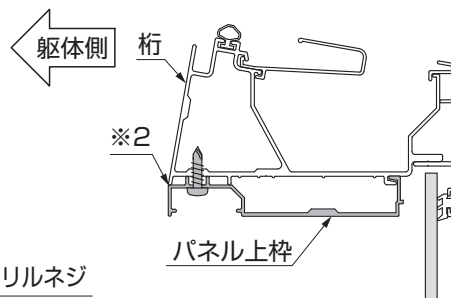

図3-5
- パネル上枠と桁のコーナー目地部(※2)に段差がつかないように取付けてください。(図3-5参照)